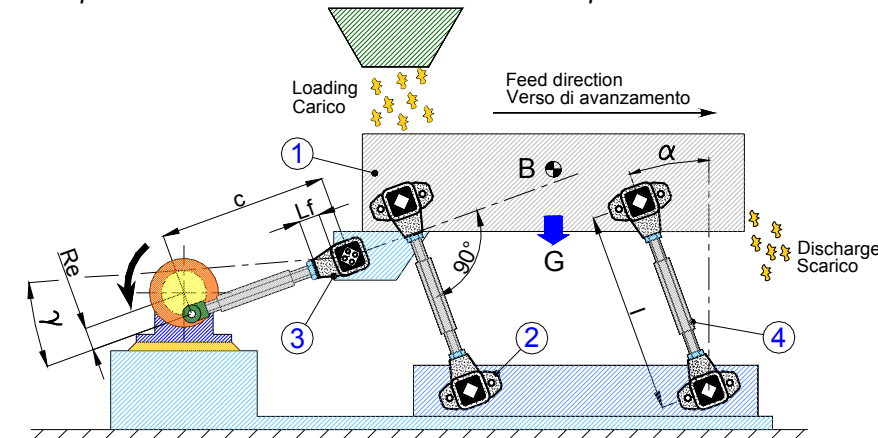

fig.1
Il sistema rappresentato in fig. 1 è il metodo più semplice ed economico per costruire trasportatori di materiali sfusi di medie o lunghe dimensioni. Tale impianto prevede una grondaia di scorrimento (1), sorretta da sospensioni elastiche (2), azionata da un manovellismo biella manovella (3). Questi trasportatori vengono realizzati con strutture rigide e saldamente collegati al suolo in quanto il canale vibrante